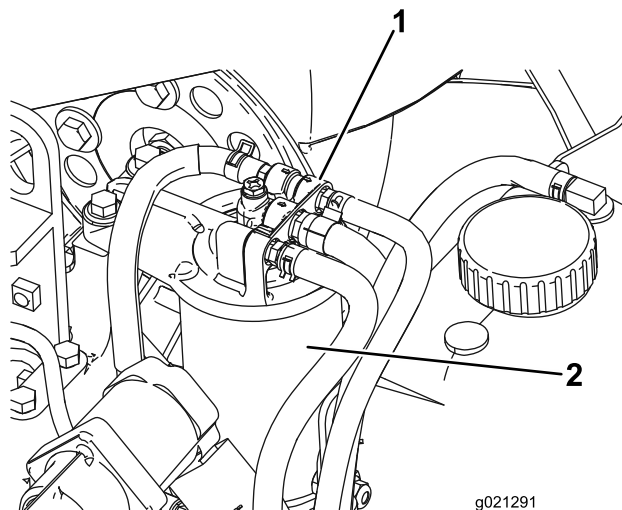

Bild 60
1. Reinigen Sie den Bereich um den Kraftstofffilterkopf (**Bild 60**).
2. Entfernen Sie den Filter und reinigen die Kontaktfläche (**Bild 60**).